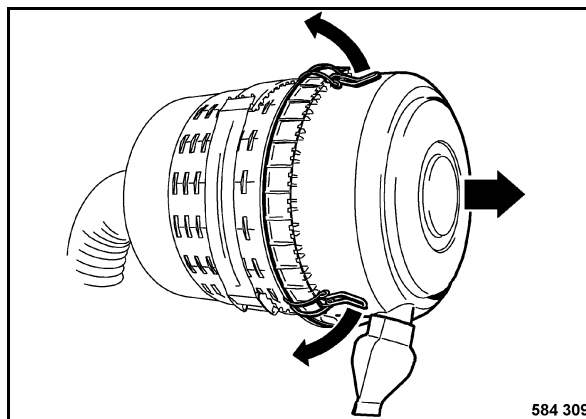

Fig. 174
- Soltar la presilla (Fig. 174) de la tapa de la caja y retirar la tapa.